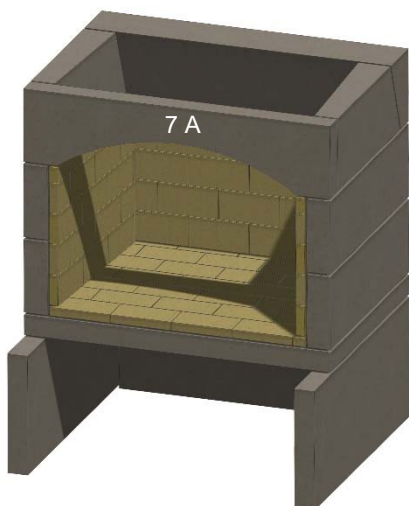

Figure 20. Linteau avant
L. Installez la pièce de linteau avant, (7A, pour le linteau arqué, comme illustré) ou (7S, pour les kits de linteau droit). Voir la Figure 20.